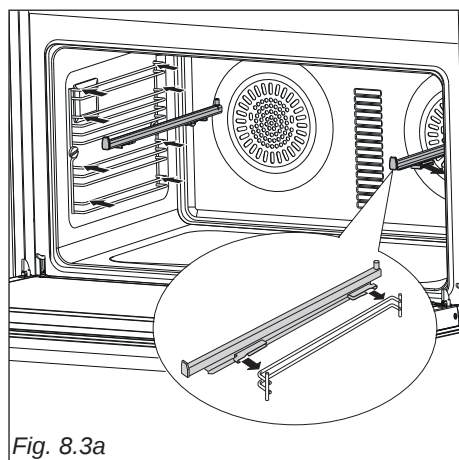

Fig. 8.3a
- Installez le support de grille coulissant sur le fil supérieur d'un niveau de cuisson et appuyez (fig. 8.3a); Un déclic sonore se produit lorsque les verrous de sûreté s'agrafent sur le fil.